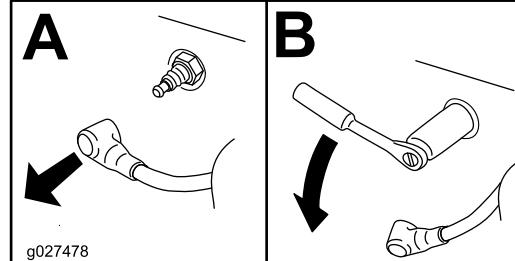

Bild 27
- Bauen Sie die Zündkerze aus (Bild 27).